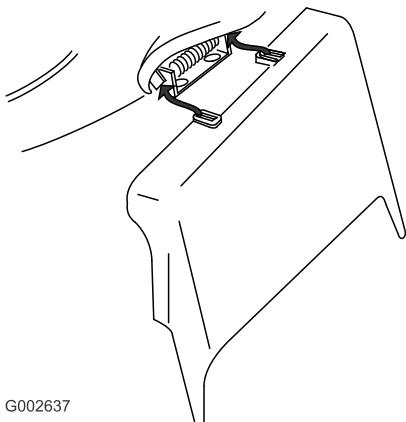

Figura 33
- Instale el conducto de descarga lateral y cierre la puerta sobre el conducto (Figura 33).